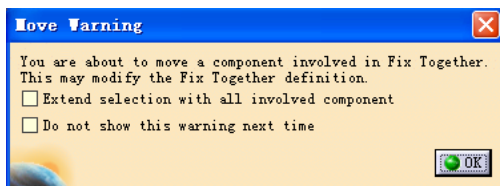

图 5-15
- Ask each time: 每次移动时都询问。选中此单选按钮后每次移动含有固定约束的组件时, 都会弹出对话框, 如图 5-15 所示, 询问是否移动固定约束包含的所有组件, 选中 Extend selection with all involved components 复选框则将移动所有组件。